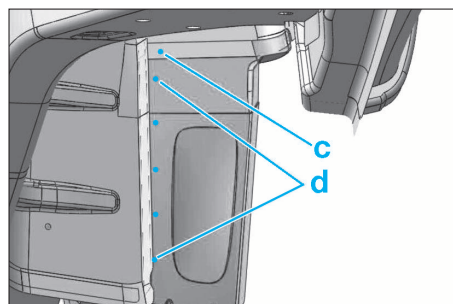

FIG. 116
- le point (c) (Fig.116).
- (c) et (d) par bouchonnage au Mig (Fig.116).